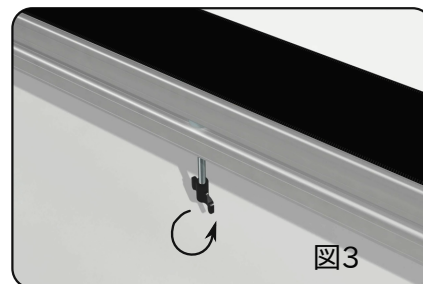

図3
- フレームのナット位置に合わせて図3のように付属のM8×50mm蝶ボルトで固定します。